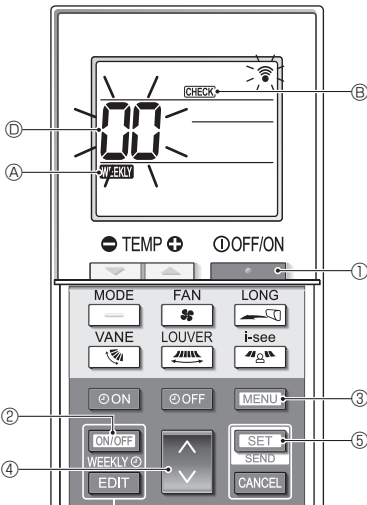

Fig. 7-2
7.2. Önellenőrzés (Fig. 7-2)
- Nyomja meg az **[*]** ①-es gombot a légkondicionáló kikapcsolásához.
- Ha a heti időzítő engedélyezve van (az **WEEKLY** ④ be van kapcsolva), nyomja meg a **[ON/OFF WEEKLY]** ② gombot ② az időzítő kikapcsolásához (az **WEEKLY** ④ ki van kapcsolva).
- Tartsa lenyomva a **[MENU]** gombot ③ 5 másodpercig.
- A **CHECK** ⑤ bekapcsol, és az egység önellenőrzés üzemmódra vált.
- Nyomja meg a **[FAN]** gombot ④ a hűtőközegcím (M-NET address) ⑤ kiválasztásához azon a beltéri egységen, amelyiken az önellenőrzést szeretné végrehajtani.
- Nyomja meg a **[SET]** gombot ⑤.
- Nyomja meg a **[*]** gombot ①.
- A **CHECK** ⑤ és a hűtőközegcím (M-NET address) ⑤ kikapcsol, és az önellenőrzés befejeződik.